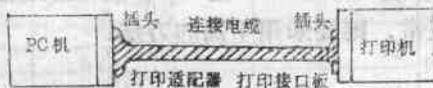

图1
1. 接口电路如图1所示。
我院微机实验室配备有IBM PC系列的几种微机：PC/XT、PC/AT、PC/STM及几种和PC机相连的不同型号的打印机：M2024、MCDBL1550、ENP1090等。PC机和打印机之间的联接关系如图1所示。